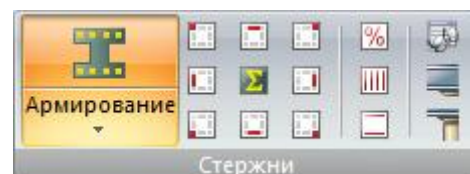

Рис.86. Панель Стержни
- **Стержни** (рис.86) – отображения результатов армирования в стержневых элементах одним из выбранных способов, а также конструирование балок и колонн.
Панель **Стержни** (рис.86) содержит следующие команды: